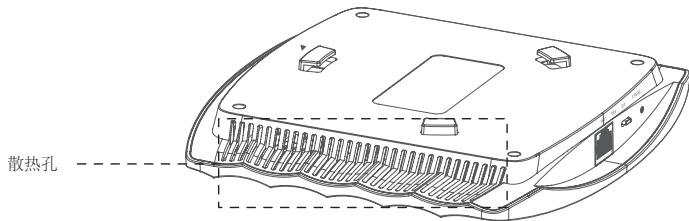

图3-8 AP散热孔面示意图
**注意:** 为避免一些不必要的安全隐患,在挂墙安装时,请勿将AP散热孔面朝下安装。AP散热孔面如图3-8所示。